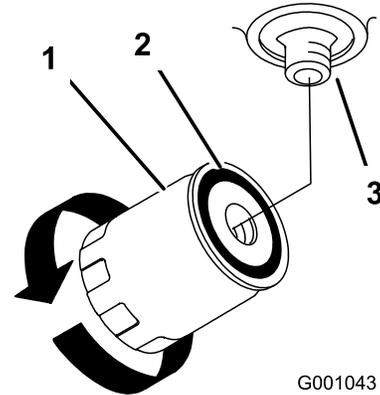

**Figure 69**
4. Localisez le filtre sous le réservoir à carburant et placez le bac de vidange sous le filtre (Figure 69).